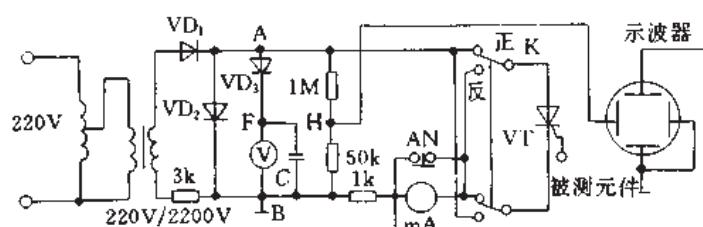
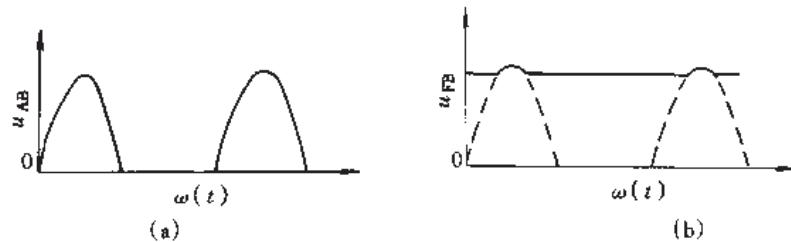

图 2.3.5 晶闸管正、反向重复峰值电压测试线路
图 2.3.6 电压波形
(3) 正、反向重复峰值电压的测试 当需要测试晶闸管的正、反向重复峰值电压时，可采用图 2.3.5 的测试线路。图中  $u_{AB}$  的电压波形如图 2.3.6 (a) 所示，该电压通过二极管  $D_3$  隔离、电容  $C$  滤波，使  $u_{FB}$  的电压波形如图 2.3.6 (b) 所示。一般电压表内阻较大，选取合适的电容  $C$ ，可使电表的读数反映出电压峰值。电压  $u_{AB}$  通过电阻分压，从 HB 取出，作为示波器横轴扫描电压。示波器的纵轴信号为从 1k 电阻上取得的反应电流大小的电压信号，所以从示波器上可以观察到晶闸管的伏安特性。当开关 K 置于“正”位置时，由于晶闸管阳极电压为正，在示波器上可以观察到正向伏安特性；当 K 置于“反”位置时，在示波器上可以观察到反向伏安特性。当正、反向伏安特性曲线急剧转弯时，所对应的电压读数分别为断态不重复峰值电压和反向不重复峰值电压。把它们的数字分别乘以 0.8，即得到断态重复峰值电压和反向重复峰值电压。如需读取断态重复平均电流及反向重复平均电流，只需调节调压器使电压表读数对应于断态和反向重复峰值电压，按下按钮 AN，从毫安表即可以读取。